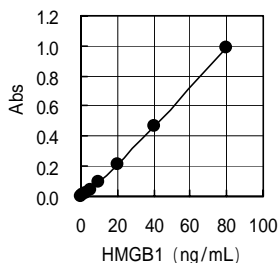

図 1 検量線例
13. 各ウェルの吸光度からブランクテストウェルの吸光度を差し引き、希釈標準液の吸光度から検量線を作成して (図 1 参照)、検体の HMGB1 濃度を算出します。検体を希釈して測定している場合には、算出した濃度に希釈倍率を掛けて下さい。